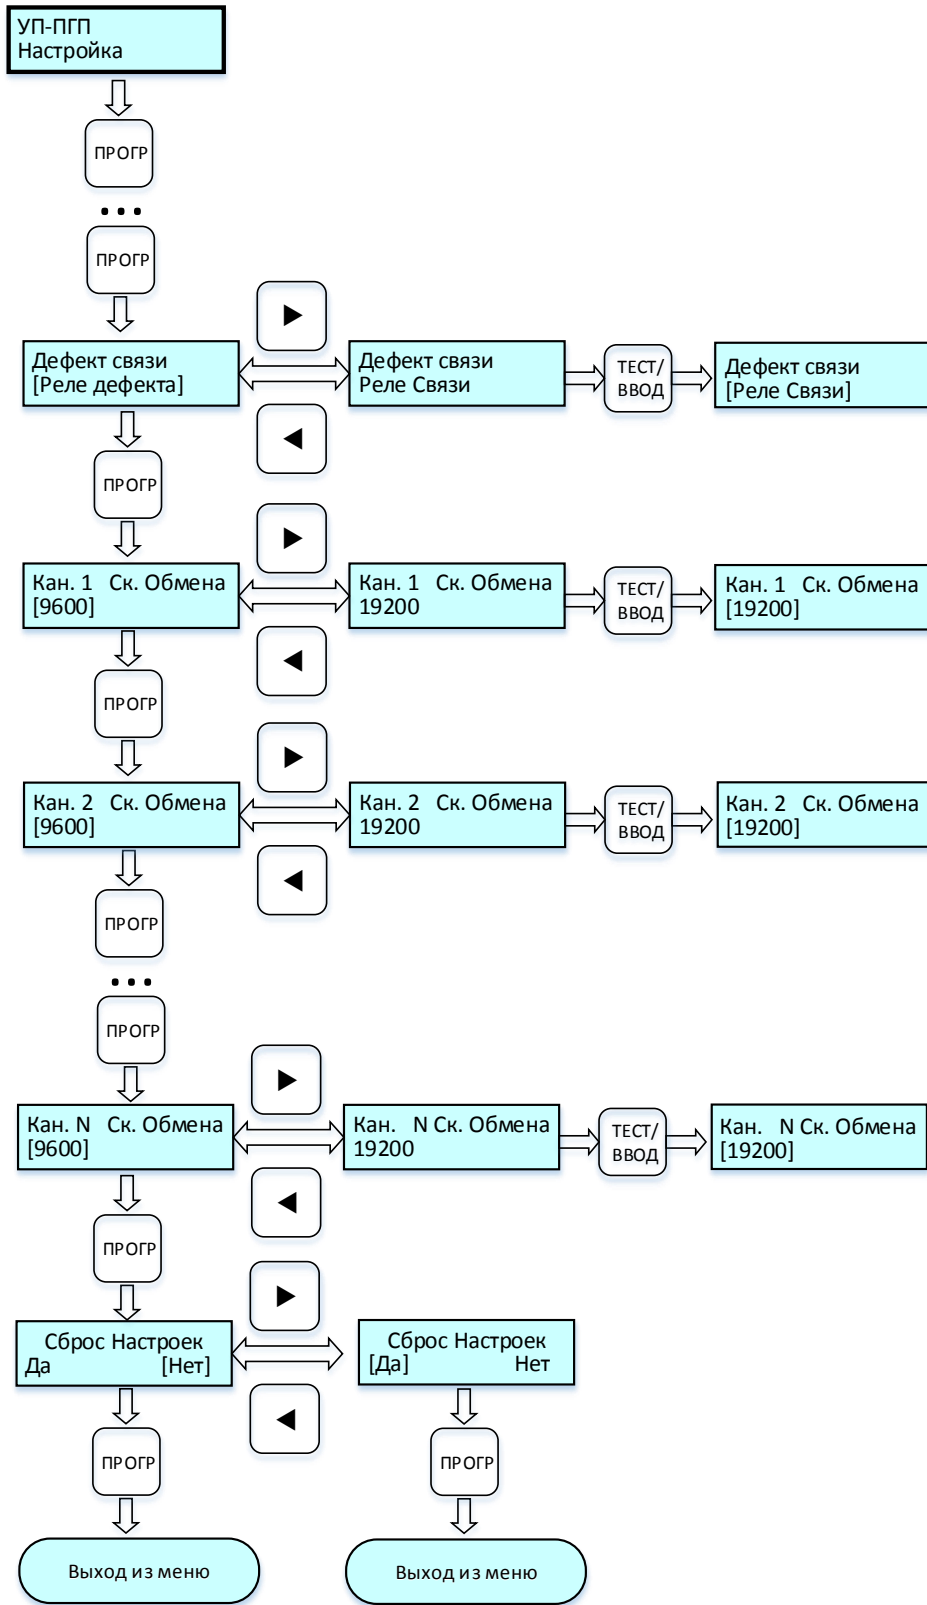

Рисунок 15 – Циклограмма (часть) выводимых сообщений на дисплей при настройке УП с канальными платами
2.6.10.1 Содержание и действия с меню аналогично меню «УП-ПГП Настройка» при отсутствии канальных плат (см. п. 2.6.4) с добавлением пунктов, которые позволяют (рис. 15):